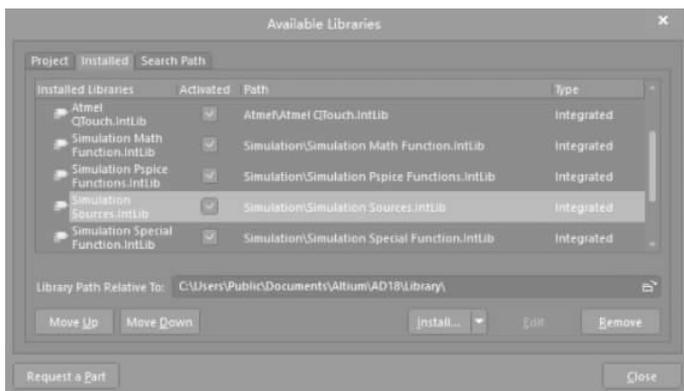

图 3-4 已经添加了需要添加的仿真库
- ① 将路径指向 C:\users\Public\Documents\Altium\AD18\Library\Simulation。
- ② 选择 Simulation Sources,并单击“打开”按钮。
- (5) 如图 3-4 所示,看到新添加的 Simulation Sources. IntLib 仿真库。
- (6) 单击图 3-4 界面内的 Close 按钮,退出该界面。